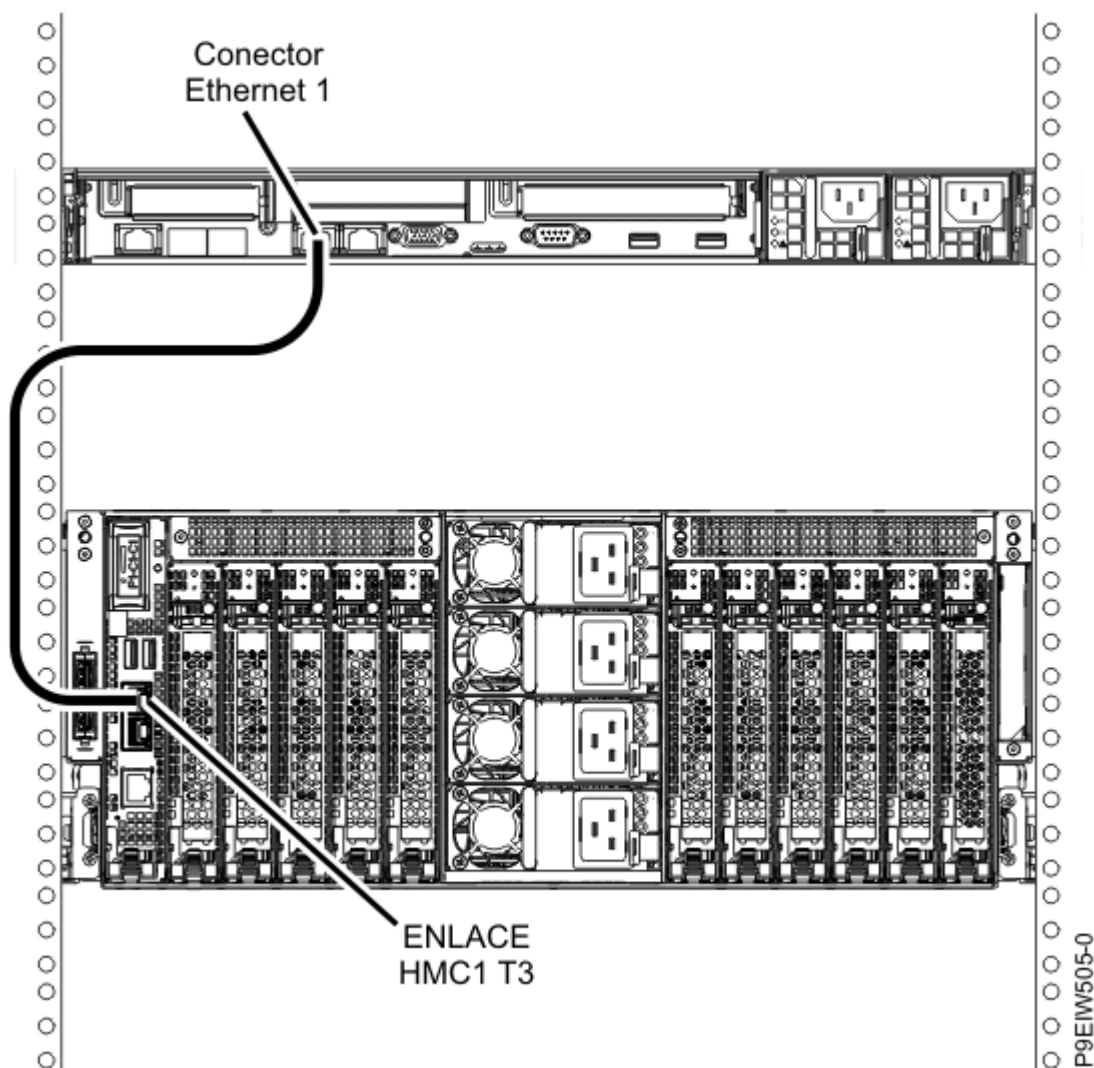

Figura 33. Conexión directa de la HMC al sistema gestionado
1. Si desea conectar directamente la HMC al sistema gestionado, conecte el **Conector Ethernet 1** en la HMC al puerto **HMC1 (T3)** del sistema gestionado, como se muestra en la Figura 33 en la página 37